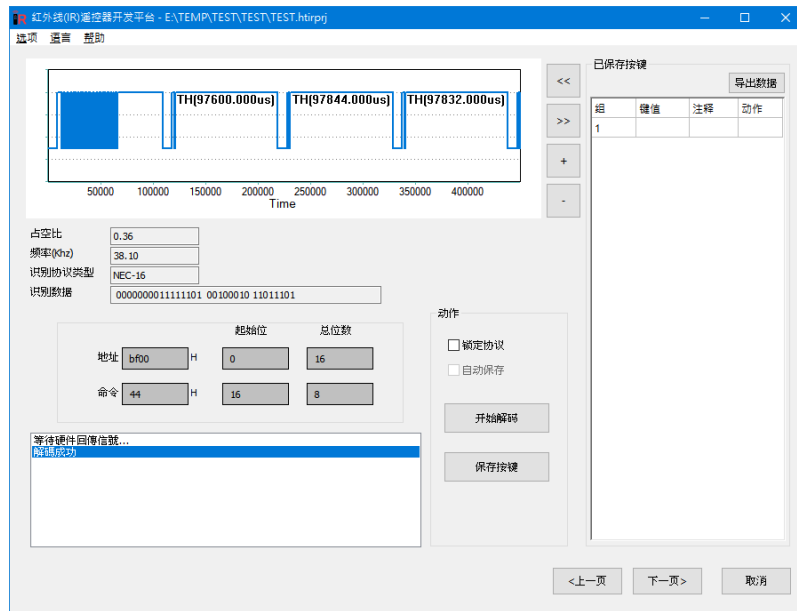

Fig.48 一般型遥控器接收校验
2. 由新建档案进入“学码 / 查看波形模式”，跳入 Fig.48 软件界面。
在 Fig.48 中，软件的上方还原出遥控器发码波形图，波形与 IR 接收器件 1838 输出方式类似，有载波的 MARK 用低电平显示，无载波的 SPACE 用高电平显示。波形图右方有放大缩小和左右移动的按钮。也可以用鼠标在波形图按住鼠标左键向右下方画出一个矩形，可将图形放大，按住鼠标左键向右上方画出一个矩形，可将图形缩小。按住鼠标右键左右拖动可以移动查看图形。